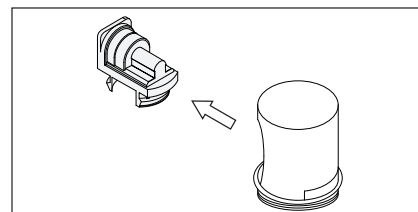

Figura 5
2. Retire la válvula de medición de tapa de protección, si corresponde. Vea la Figura 5.